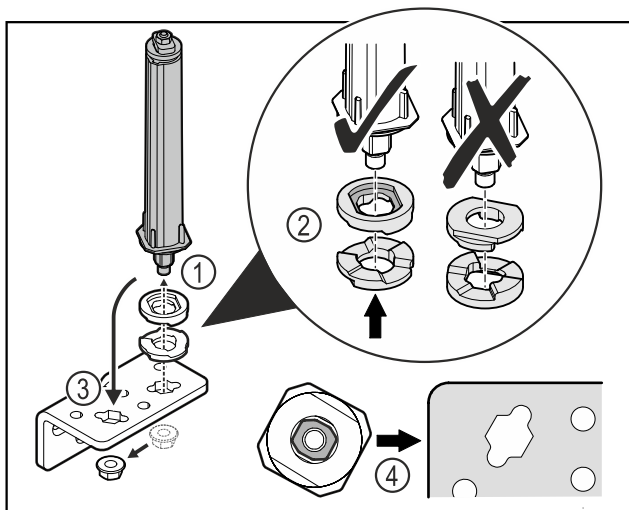

Fig. 35
- ▶ Povolte matici a odstraňte uzavírací systém dvířek Fig. 35 (1).
- ▶ Dbejte na správné vyrovnaní výškově stavitelných podložek Fig. 35 (2).
- ▶ Přesaďte uzavírací systém dvířek v úhelníku závěsu a upevněte jej maticí Fig. 35 (3).
- ▶ Při nasazování dbejte na správné vyrovnaní uzavíracího systému dvířek Fig. 35 (4).